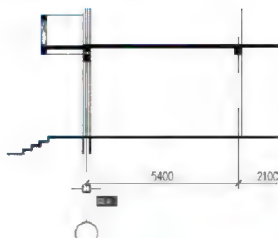
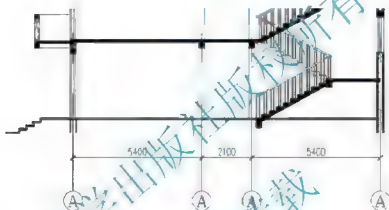

图 4.122 捕捉插入点
图 4.123 复制轴线编号
② 在指定插入点或 [基点(B)/比例(S)/旋转(R)/预览比例(PS)/预览旋转(PR)]: 提示下，捕捉图 4.122 所示处作为插入点。
③ 在输入轴线编号<1>: 提示下，输入“A”。
④ 将上面插入的定位轴线复制到⑥、⑦、⑧轴线处，结果如图 4.123 所示。